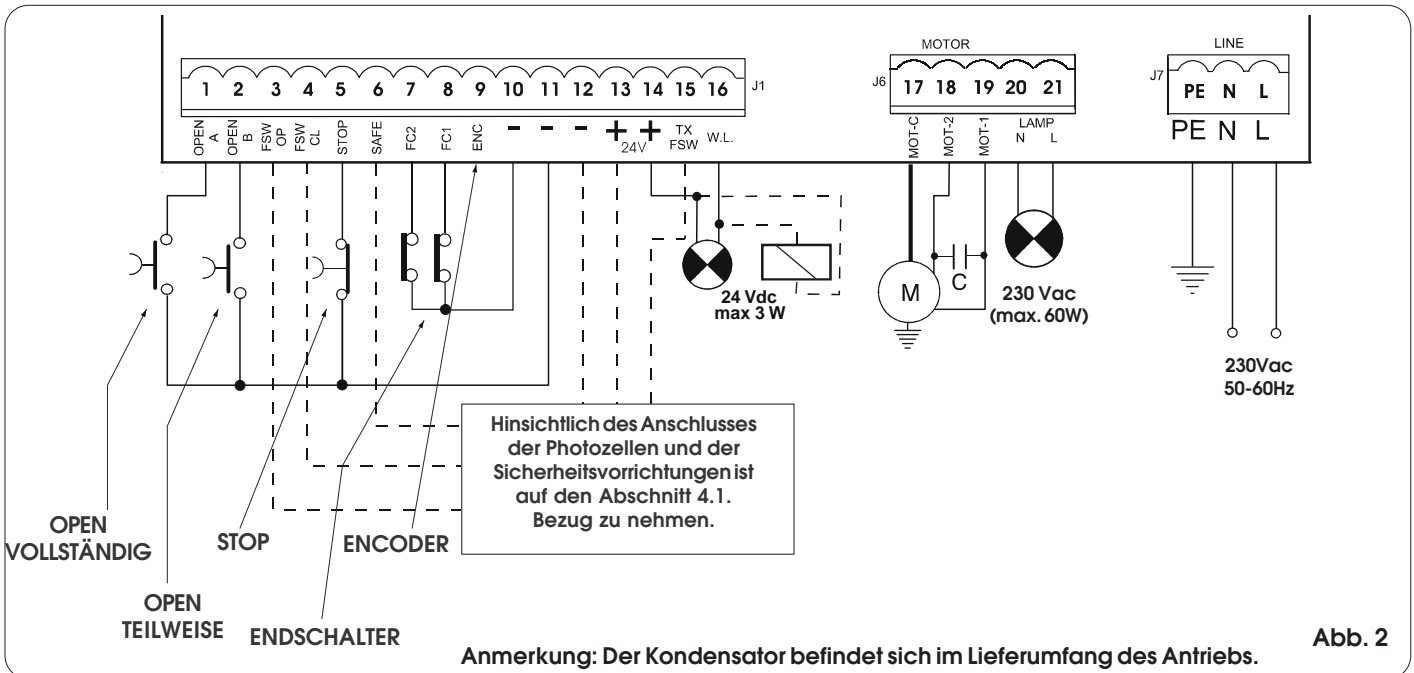

Abb. 2
- Das Erdungskabel ist an die entsprechende Klemme auf dem Stecker J7 des Geräts anzuschließen (siehe Abb. 2).
4.2. Klemmenbrett J7 - Versorgung (Abb. 2)
4.3. Klemmenbrett J6 - Motoren und Blinkleuchte (Abb. 2)
4.4. Klemmenbrett J1 - Zusatzgeräte (Abb. 2)
FC1 / FC2 - Kontakte Endschalter beim Öffnungs- und Schließvorgang (Klemmen 7 und 8): Die Endschalter beim Öffnungs- und Schließvorgang haben die Aufgabe, den Bezugspunkt für den Stillstand oder den Beginn der Abbremsung (vor und nach dem Endschalter) oder die Bremsung des Antriebs zu ermitteln (siehe detaillierte Programmierung in Kap. 5.2). Die Endschaltervorrichtung muß einen Arbeitskontakt aufweisen, der zwischen den Eingang (FC1 oder FC2) und die Klemme - des Gerätes geschaltet wird (siehe Abb. 2).